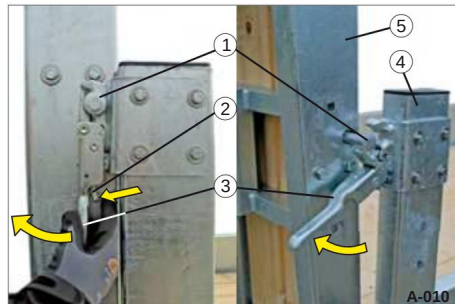

Fig. 19 Oplåsning af sikkerhedslåsen
- ÿ Tryk låsemekanismen ind (fig. 19/2) og
- ÿ Træk i låsehåndtaget (fig. 19/3).
Stiften (fig. 19/1) på tilkørselsrampen (fig. 19/5) er løsnet.
- ÿ Tryk på låsehåndtaget (Fig. 19/3) til hjørnepælen (Fig. 19/4) med flad hånd.
- Låsemekanismen (fig. 19/2) klikker på plads. Sikkerhedslåsen er låst.